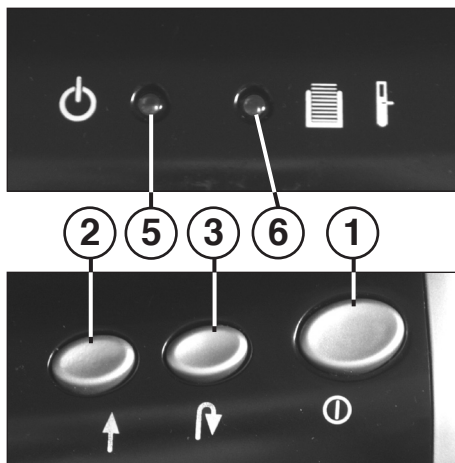

Fig. 1
- 1 = Trykkontakt „driftsklar“ (fig. 1)**
- 2 = Tast „frem“ (fig. 1)**
- 3 = Tast „tilbage“ (fig. 1)**
- 5 = Kontrolindikator „driftsklar“ (fig. 1)**
- 6 = Kontrolindikator (rød / gul) (fig. 1)**
Maskinen tændes på trykkontakt (1) (fig. 1). Kontrolindikator (5) (fig. 1) tænder.
Maskinen slukkes, når papiropsamlingsbeholderen er fyldt. Der høres en signaltone. Kontrolindikatoren (6) (fig. 1) lyser (rød).
- Træk opsamlingsbeholderen (9) sammen med opsamlings-skålen (10) ud af kabinettet forned.
- Signaltonen ophører. Kontrolindikatoren (6) (fig. 1) slukkes.
Husk at slukke for maskinen om natten (tryk på trykkontakt (1) (fig. 1)).